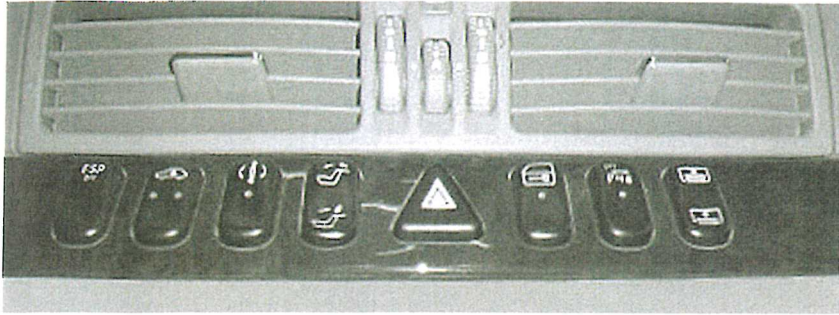

Bild 2: Beispiel für eine Ansammlung von Bedienelementen ohne innere Logik
- Der top-down-Ansatz: Der Entwurf eines Gesamtkonzepts, das alle Varianten berücksichtigt, erfordert ein hohes Maß an konzeptioneller Arbeit zu einem Zeitpunkt, an dem oft noch nicht hinreichend sicher ist, ob eine bestimmte Funktion überhaupt in das Fahrzeug eingebaut wird. Als Konsequenz entsteht eine Ansammlung von Bedienelementen, die logisch und inhaltlich nichts gemein haben, aber trotzdem in einer Gruppe angeordnet sind, **Bild 2**. Die Bildung logischer Einheiten, die dem Nutzer das Zurechtfinden im Innenraum wesentlich erleichtert, wird bei diesem Vorgehen verletzt.